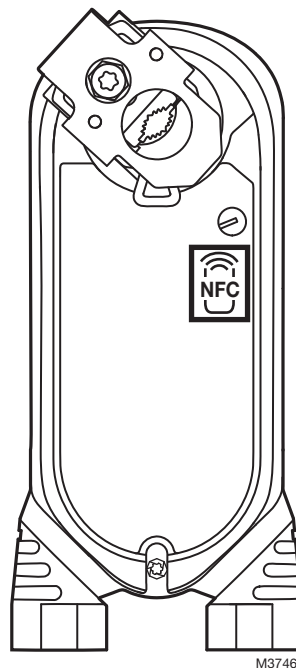

Abb. 21. Standortbereich für den NFC Access Point.
- Der Standortbereich für den NFC Access Point wird in Abb. 21 gezeigt.